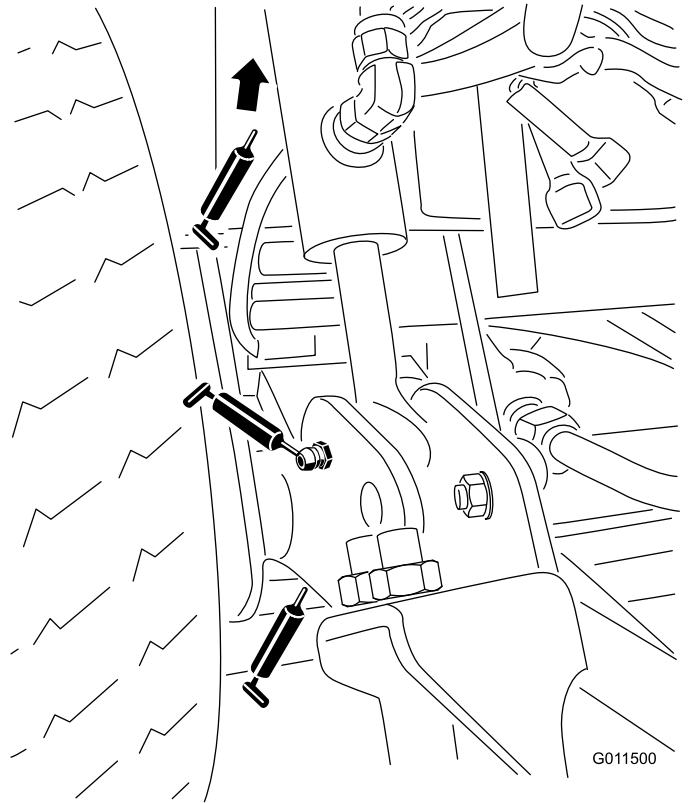

Bild 42
- Hubarmbüchsen (2) (Bild 42)
- Hubzylinderbüchsen (4) (Bild 42)